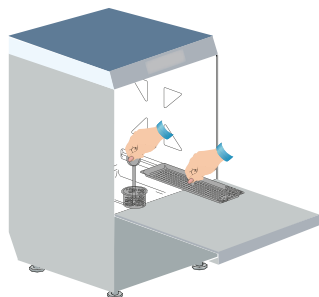

fig. 1
- Controllare che il filtro aspirazione pompa sia ben alloggiato nella propria sede sul fondo della vasca (vedi fig. 1).
- Inserire i filtri di superficie (vedi fig. 1).